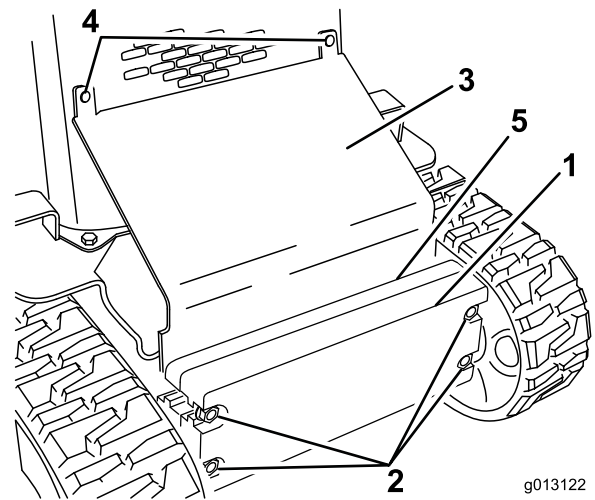

Figure 31
2. Desserrez les boulons de fixation des masses (Figure 31).
3. Enlevez les boulons de carrosserie et les écrous de fixation de la plaque inclinée (Figure 31).
10. Glissez la plaque inclinée entre le cadre et les masses, et fixez-la au panneau avant à l'aide des boulons de carrosserie et des écrous enlevés précédemment (Figure 31).
11. Serrez les boulons de fixation des masses avant (Figure 31).